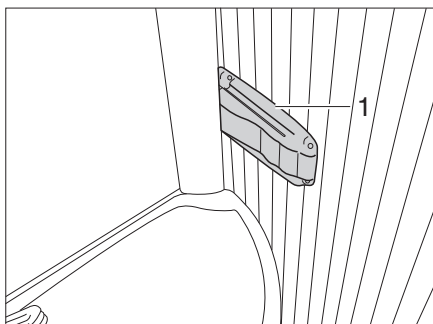

Bild 271 Vario-Toilette, Arretierung der Duschwand
- Arretierung (Bild 271,1) rechts am Waschbeckenrand eindrücken und am Waschbecken leicht ziehen. Das Waschbecken bewegt sich mit der Rückwand nach vorne.